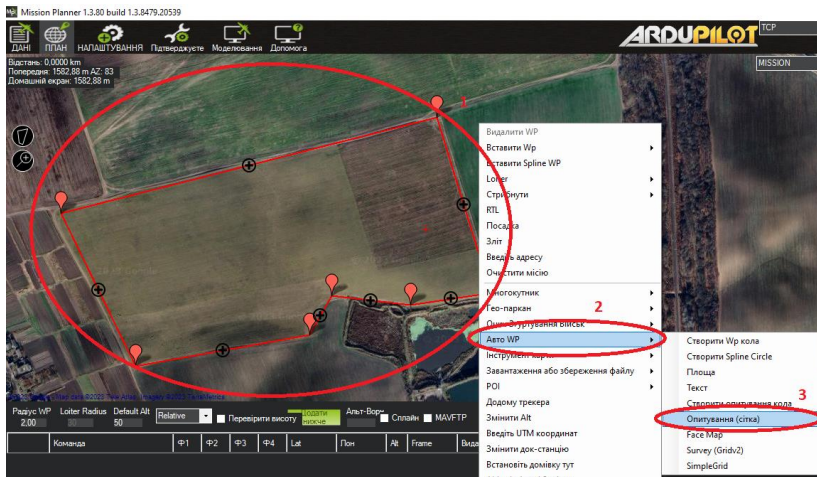

Рис. 7.5. Вибір ділянки для автоматичного створення точок маршруту для спостереження за нею
6. На вибраній ділянці побудувати полігон (многокутник), в контекстному меню обрати «Авто WP» – «спостереження/опитування (сітка)» (рис. 7.5). Прийняти параметри сітки за замовчуванням.